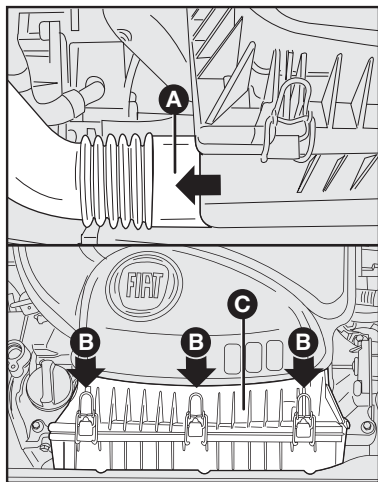

fig. 8
### SUBSTITUIÇÃO - fig. 8 e 9
- Remover a tubulação de borracha da caixa do filtro de ar **A-fig. 8** conforme a seta;